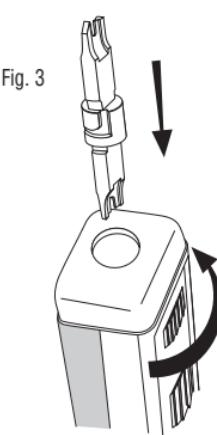

Fig. 3
- Hold the Punchdown Tool with the blade storage end facing up (Fig. 3).
- Sostener la herramienta para ponchadora con el extremo del compartimento de almacenamiento de cuchillas hacia arriba (Fig. 3).
- Segure a ferramenta de impacto com a extremidade de armazenamento da lâmina para cima (Fig. 3).
- Tenez l'outil d'insertion, le compartiment de rangement de la lame orienté vers le haut (Fig. 3).